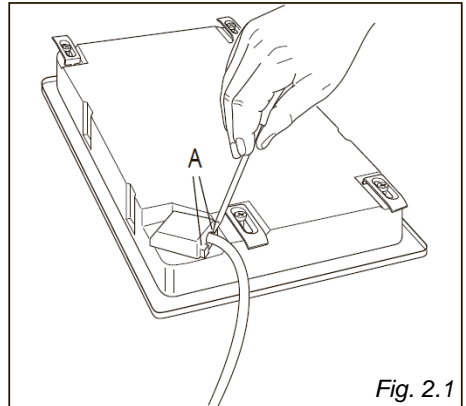

Fig. 2.1
- Retournez la plaque de cuisson et décrochez le couvercle du bornier en introduisant un tournevis dans les deux crochets « **A** » (fig. 2.1).